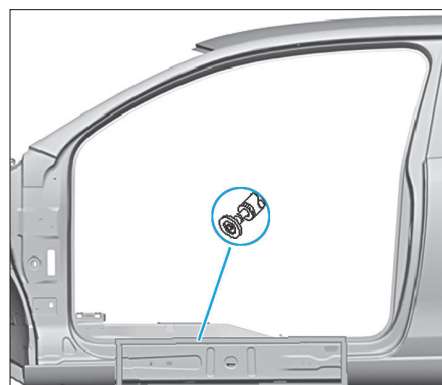

FIG. 92
- Préparer les zones d'accostage, éliminer entièrement les restes de colle et poncer à nu les surfaces de collage (Fig.92).